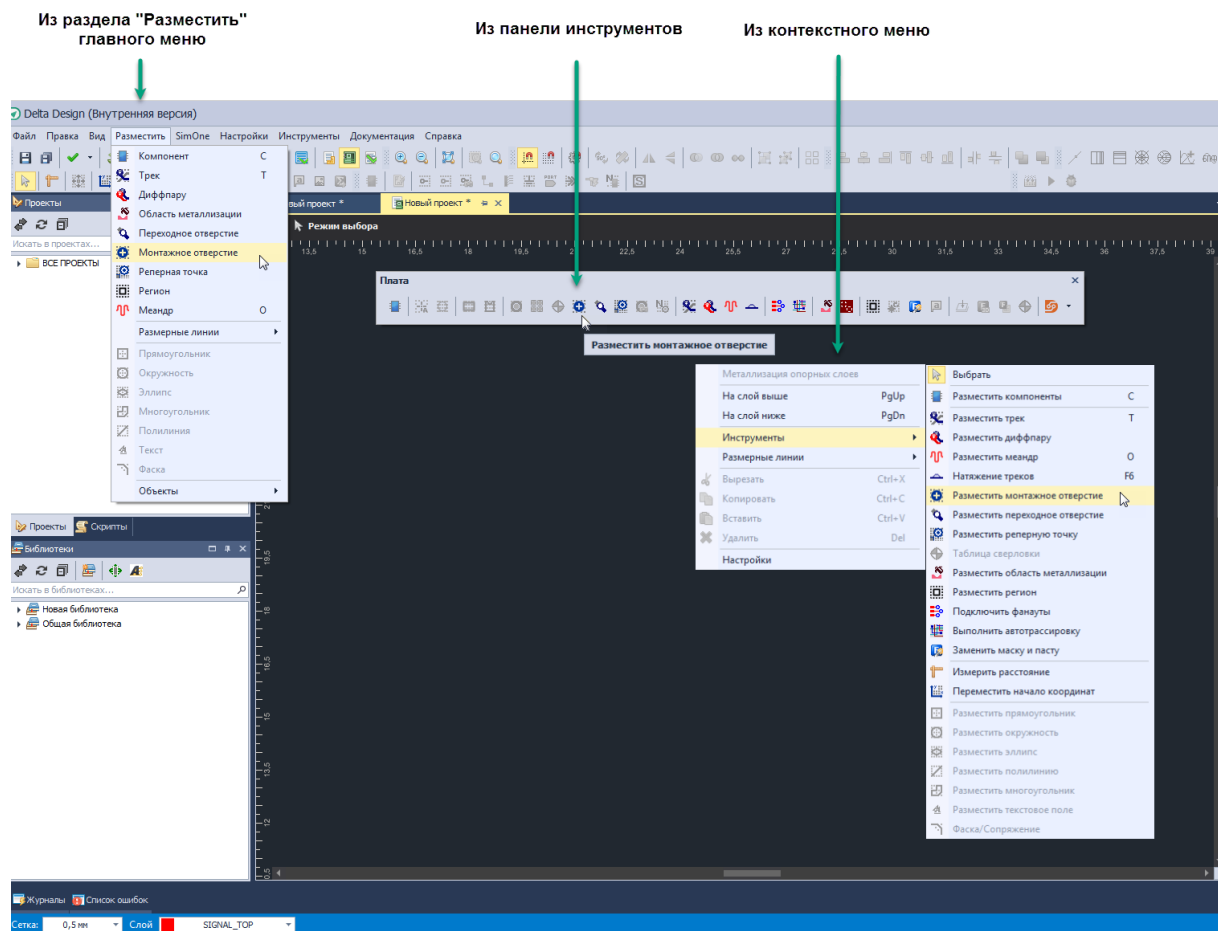

Рис. 137 Вызов инструмента «Разместить монтажное отверстие»
1. Вызвать инструмент «Разместить монтажное отверстие», который обозначается значком  на панели инструментов «Плата», а также доступен в пункте «Инструменты» в контекстном меню и в разделе «Разместить» главного меню, см. Рис. 137.